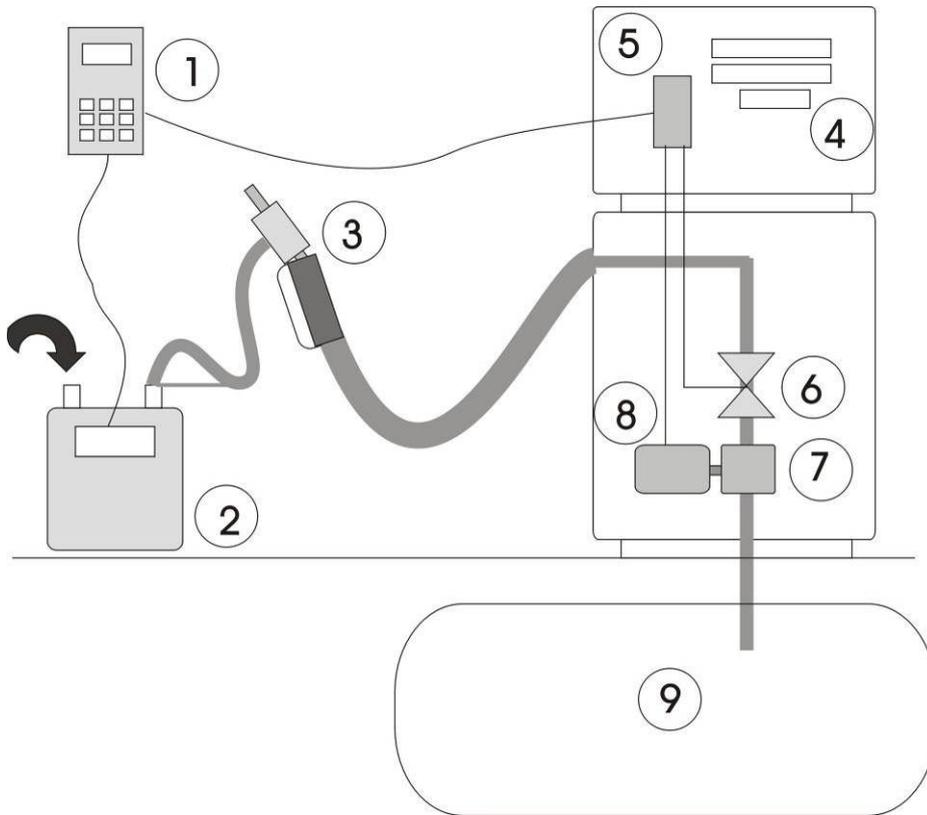

Imagen 1: Disposición típica de la prueba en el lugar
El mismo equipo también se usa para las pruebas en seco, como se muestra en la imagen 1 donde se describe la calibración en seco. Para las pruebas en seco, se genera una frecuencia de pulsos en el dispositivo electrónico de mano (1) que simula una velocidad de flujo de combustible. La velocidad de flujo de vapor medida debe ser igual a la velocidad de flujo de combustible multiplicada por el valor del factor k. Con este procedimiento, la exactitud de la calibración del sistema de recuperación de vapor se puede probar rápidamente sin la necesidad de utilizar el flujo de combustible real.